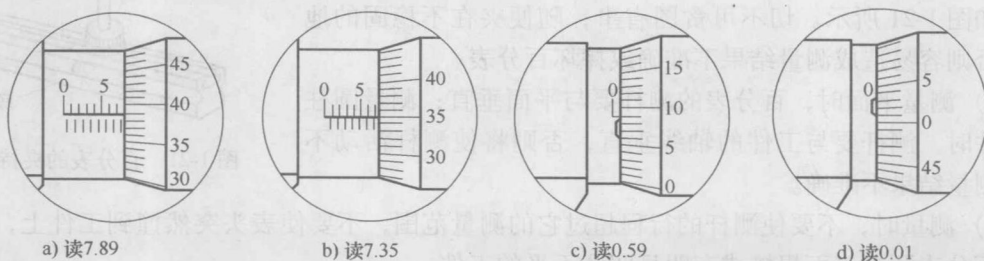

图 1-18 千分尺读数
(2) 外径千分尺读数方法 外径千分尺的读数方法如下：①由固定套管上露出的刻线读出被测工件的整数（下边格）和半毫米（上边格出来，加 0.5mm ）数。②在微分套筒上由固定套管纵刻线读出被测工件的小数部分。③将整数和小数部分相加，即为被测工件的尺寸。图 1-18 所示为千分尺的几种读数方法。读取测量数值时，要防止读错 0.5mm ，也就是要防止在主尺上多读或少读半格（ 0.5mm ）。